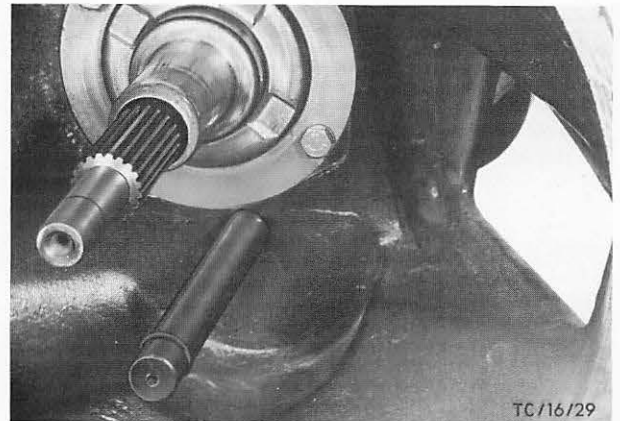

Abb. 36 Vorgelegewelle mit Spezialwerkzeug 16-004 heraus-schieben
11. Befestigungsschrauben (4) der Getriebeverlängerung entfernen, Verlängerung aus dem Sitz im Gehäuse herausziehen und so drehen, bis der Durchgang für die Vorgelegewelle frei wird.
12. Vorgelegewelle aus dem Preßsitz von **vorn nach hinten** Herausschlagen und mit Spezialwerkzeug 16-004 Herausschieben, Abb. 36. Vorgelegezahnradblock absenken.